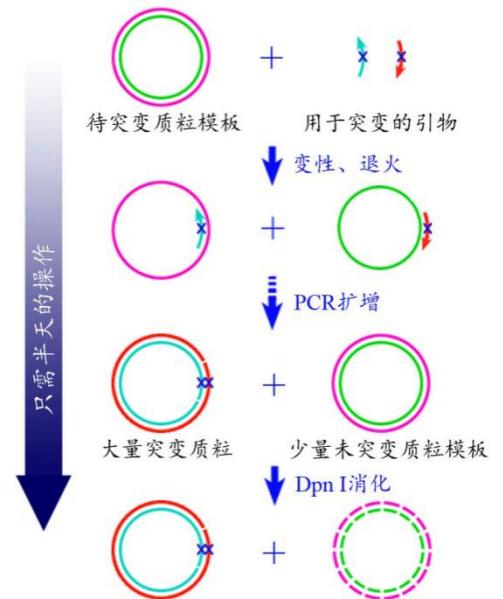

图1. 基因定点突变试剂盒原理图
- 本试剂盒利用了目前最常用的基因点突变技术, 只需通过基于PCR的突变质粒的生成, 和基于DpnI的模板质粒的消化, 转化培养以及后续的酶切或测序鉴定, 即可得到预期的突变质粒(参考图1)。DpnI消化仅需5分钟, 累计操作时间约2-3小时即可完成基因的定点突变。
- 参考图1, 使用本试剂盒时需要先设计长度通常为25-45个碱基互补的两个引物, 在引物中含有预期的突变位点。然后以待突变的质粒为模板, 用这两个引物进行PCR扩增反应。这样可以产生含有预期的突变位点的双链质粒, 但这个双链质粒中有两个nick位点。待突变的质粒通常来源于DH5α等dam⁺大肠杆菌, 在这些dam⁺细菌中质粒会被甲基化修饰, 而在体外通过PCR扩增得到的质粒不会被甲基化。这样用特异性识别甲基化位点的酶DpnI处理, 可以消化掉待突变的质粒模板, 而使通过PCR扩增出来的含有突变位点的质粒被选择性地保留下来。随后把DpnI处理过的产物转化感受态细菌后, 突变质粒中的两个nick位点可以被大肠杆菌修复, 得到的克隆就会含有预期的突变质粒了。